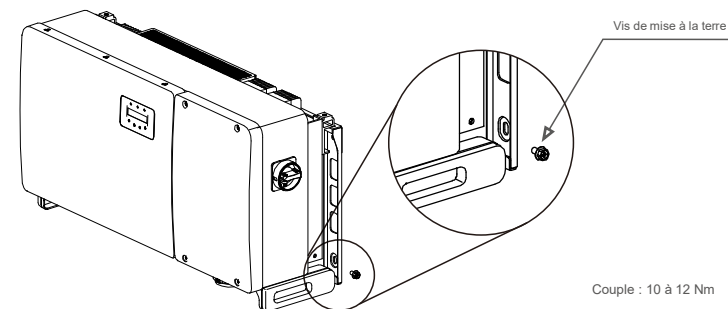

Figure 3.17 Câble fixe
- 6) Connectez le câble de mise à la terre au point de mise à la terre sur le dissipateur de chaleur et serrez la vis de mise à la terre, le couple est de 10 à 12 Nm (voir figure 3.17).